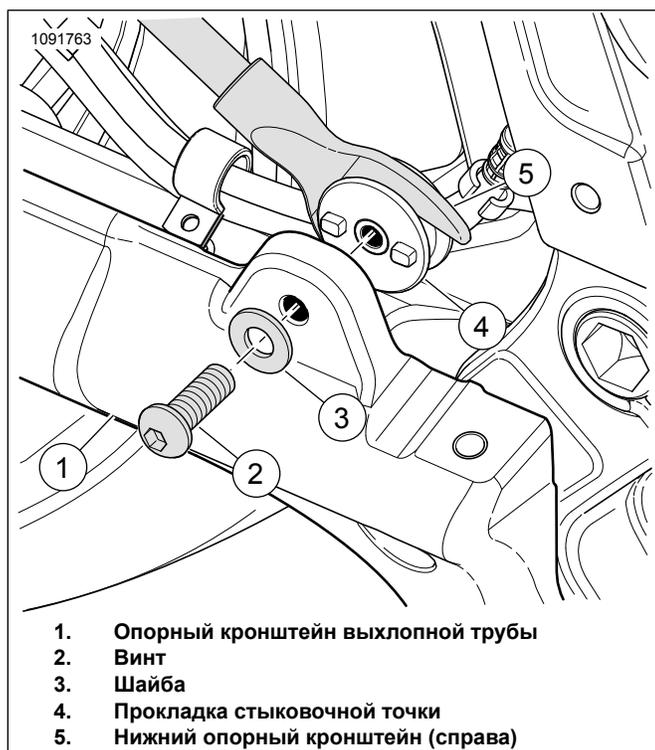

Рисунок 3. Стыковочное крепление (справа)
1. См. Рисунок 3 . Установите прокладку правой стыковочной точки.
- a. Совместите утолщения прокладки стыковочной точки (4) с отверстиями на опорном кронштейне системы выпуска.
- b. Установите шайбу (3) на винт (2).